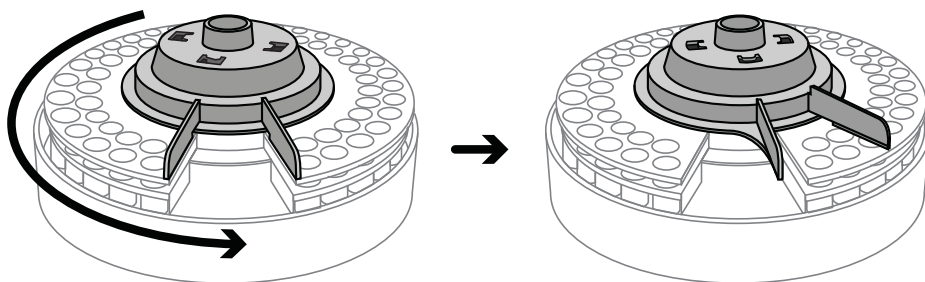

Figure 55 Rotation du chapeau de la tourelle dans le sens inverse des aiguilles d'une montre
- 4 Tenez la tourelle fermement d'une main et faites tourner le chapeau dans le sens inverse des aiguilles d'une montre pour le séparer du moyeu du moteur de la tourelle (Figure 55).